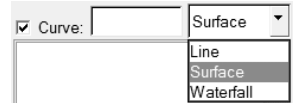
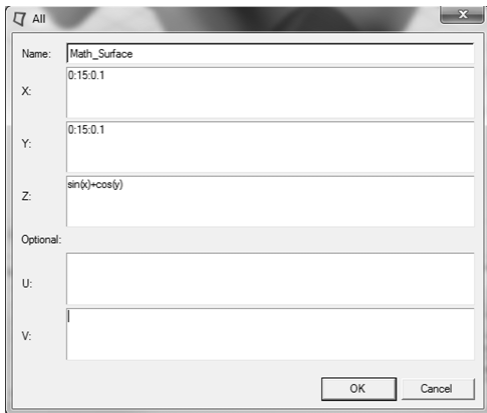

图 13-114 选择 surface
图 13-115 Math 公式编辑面板
- (1) 在主菜单中依次选择 File > New > Session。
- (2) 单击 Define Curves (🔗) 按钮进入该面板。
- (3) 通过下拉菜单选择 Surface, 如图 13-114 所示。
- (4) 单击 Surface 列表下的 Add 按钮, 一个名为 Surface1 的曲面被添加到列表中。
- (5) 在文本框中将 Surface 1 重命名为 Math_Surface, 按 <Enter> 键。
- (6) 将 Source 类型设置为 Math。
- (7) 在 Vector 中单击 All 按钮。
- (8) 在 X 中输入 0:15:0.1。
- (9) 在 Y 中输入 0:15:0.1。
- (10) 在 Z 中输入 $\sin(x) + \cos(y)$ 。
- (11) 单击 OK 按钮关闭该窗口, 如图 13-115 所示。